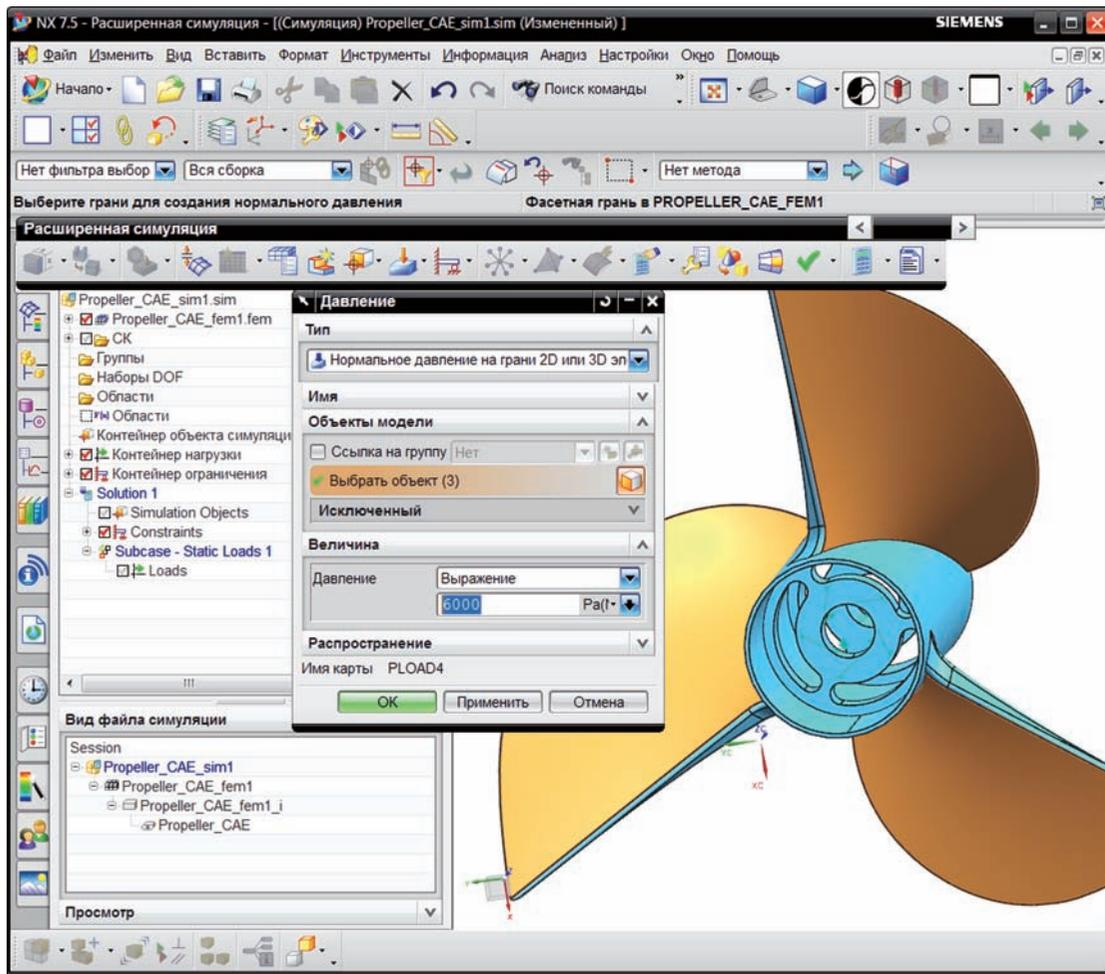

Рисунок 8.30
4.3. Приложите давление от окружающей среды на лопасти, для этого из выпадающего меню **Тип нагрузки (Load Type)** (панель инструментов **Расширенная симуляция (Advanced Simulation)**) выберите команду **Давление (Pressure)**. В диалоговом окне укажите (рис. 8.30):
- **Выбрать объект (Select Object)** – три грани лопастей, как показано на рис. 8.30;